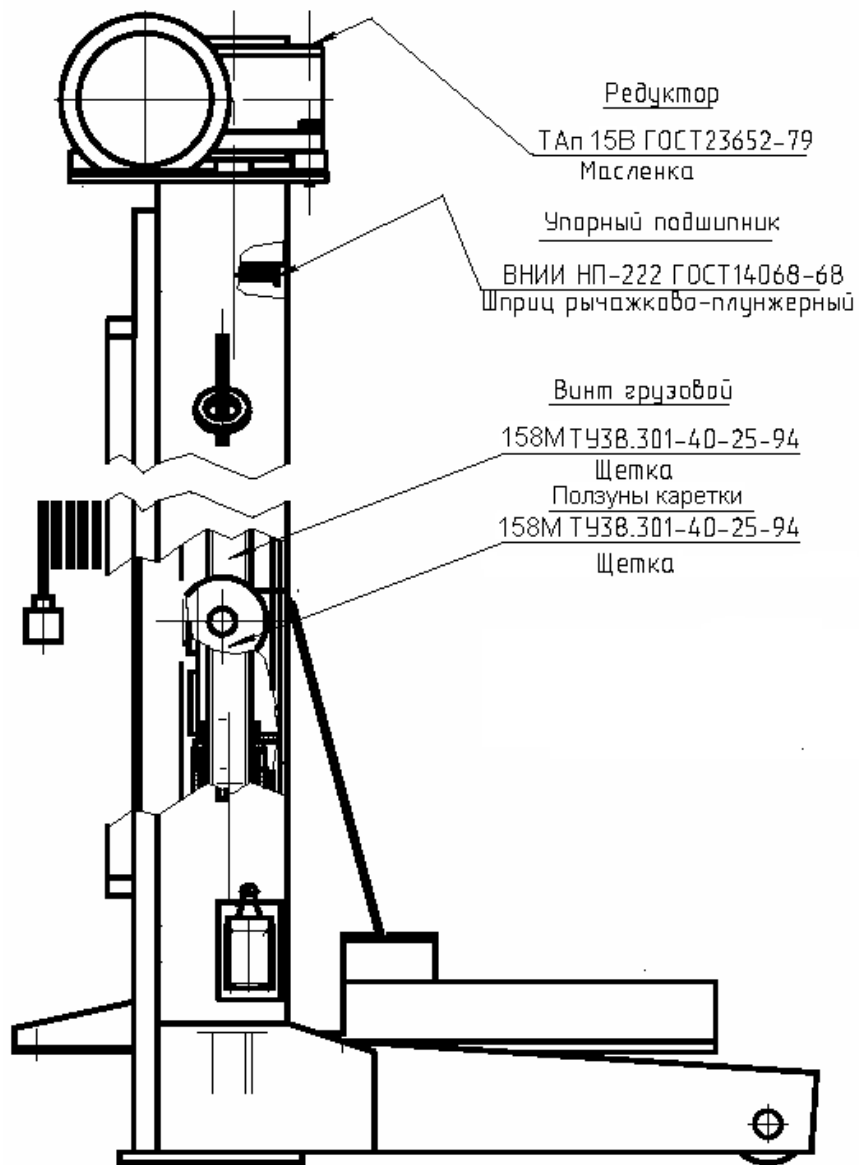

Рис. 6. Карта смазки стойки подъемника ПП-16
6.2.2 Для ревизии состояния смазки трущихся деталей (см. карту смазки на Рис. 6), в каждой стойке необходимо:
- произвести смазку стоек подъемника в соответствии с картой смазки (см. Рис. 6).